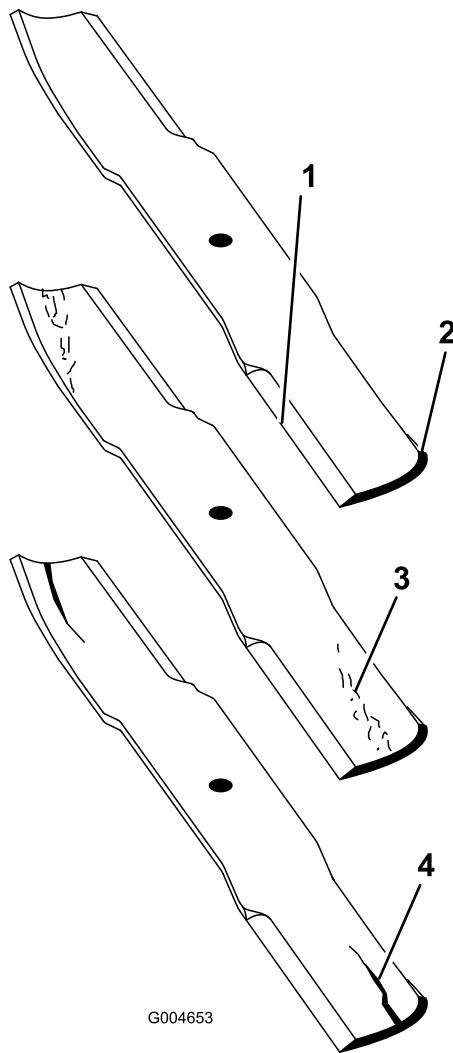

Figura 69
1. Controllate i taglienti (Figura 69).
2. Controllate le lame, in particolare l'area curva (Figura 69).
- Nota:** In caso di danni, usura o scanalature in questa zona (Figura 69), montate immediatamente una nuova lama.